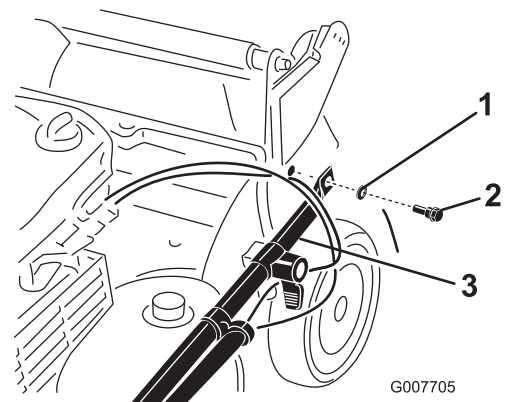

Bild 3
2. Befestigen Sie die Bügelenden mit zwei Scheiben und zwei Griffschrauben am Maschinengehäuse (Bild 3), ziehen Sie die Griffschrauben jedoch nicht fest.